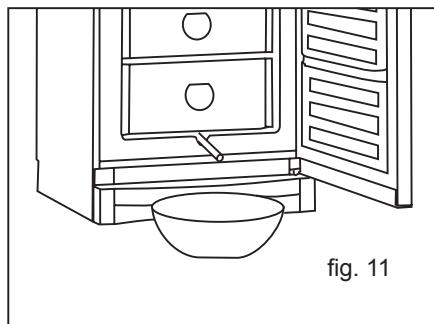

fig. 11
3. Trek de dooiwaterafvoerverlengster onder in de kast naar buiten en zet er een bak onder (fig. 11). Leg een in warm water verwarmde doek enkele minuten rond de dooiwaterslang als deze bevroren is.